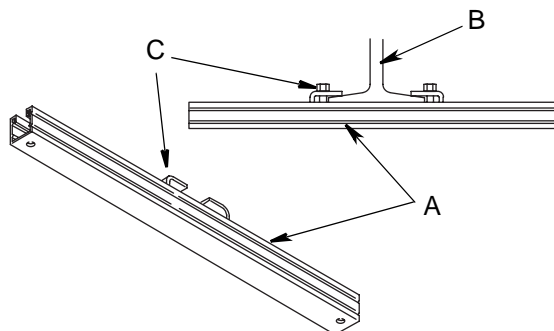

Рис. 26
Следующие шаги см. на Рис. 26.
7. Совместите 4 отверстия в монтажном основании шлангового барабана с отверстиями рядом с концами монтажных кронштейнов (А) (Рис. 26) и надежно прикрепите болтами шланговый барабан к монтажным кронштейнам.
9. Установите регулируемые зажимы (С) монтажных кронштейнов на фланцах двутавровой балки (В) (Рис. 26). Надежно затяните с усилием 13,5 Н·м (10 футофунтов).